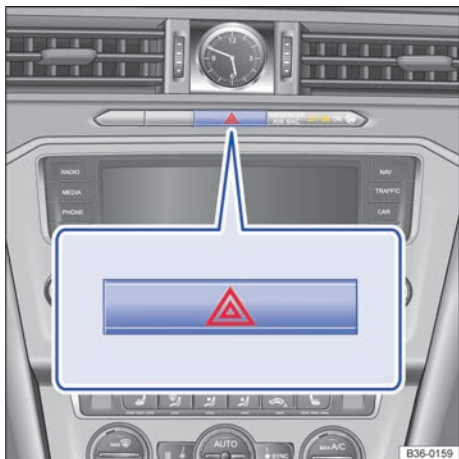

Fig. 278 En la parte superior de la consola central: pulsador de los intermitentes de emergencia.
2. Conecte los intermitentes de emergencia con el pulsador ⚠️ → fig. 278.